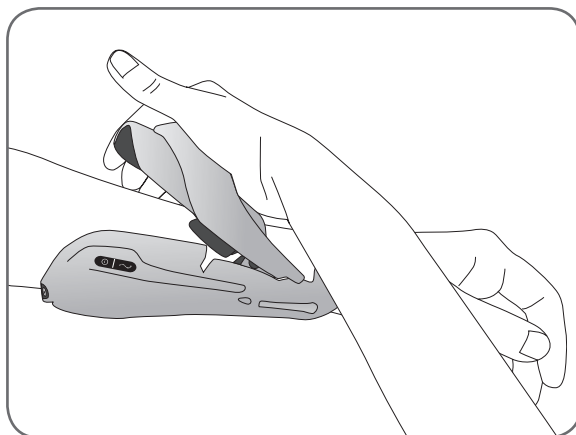

Figure 6-10 : Fermeture de l'aile de l'extenseur.
5. Si l'orthèse est correctement placée, fermez l'aile de l'extenseur. Placez votre main au-dessus du bras d'aile et attrapez le dessous de l'aile de l'extenseur de l'orthèse avec vos doigts. Tirez sur l'aile de l'extenseur tout en appuyant sur le bras d'aile. Poussez jusqu'à ne plus entendre aucun cliquetis. Reportez-vous à la Figure 6-10.